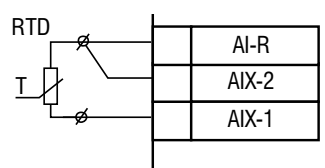

Abb. 4.2 Anschluss des Widerstandsthermometers
- Der Anschluss von externen Signalen an die Eingangsklemmen erfolgt entsprechend der Abb. 4.2 – 4.7.